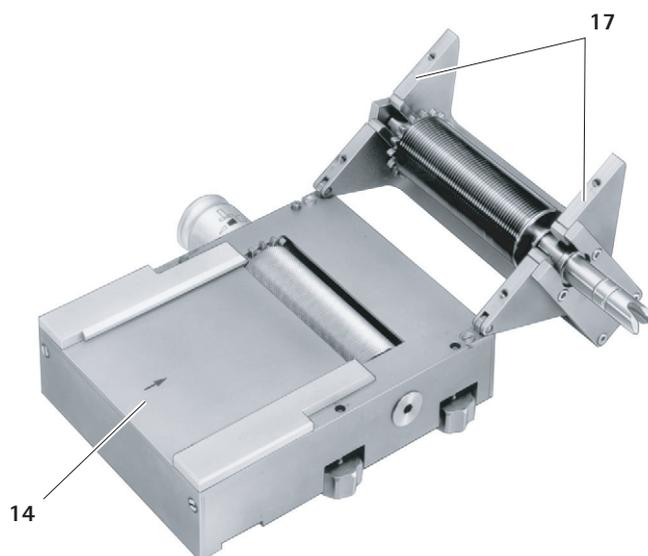

Fig. 2
- ▶ Abrir la parte superior 17, ver Fig. 2.
- ▶ Desplegar la parte superior 17 sobre la parte inferior 14, ver Fig. 2.